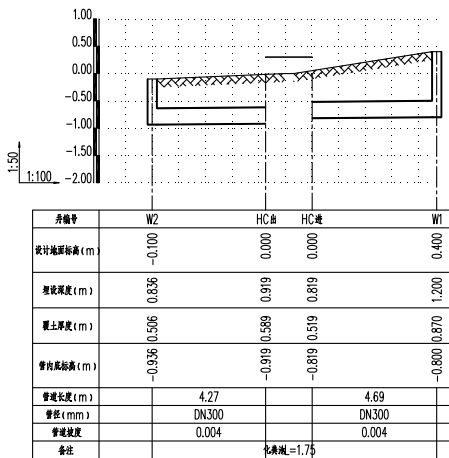

图 7-46 反向绘制
- “反向绘制”选项：勾选该选项，可以反向绘制纵断面图，如图 7-46 所示。